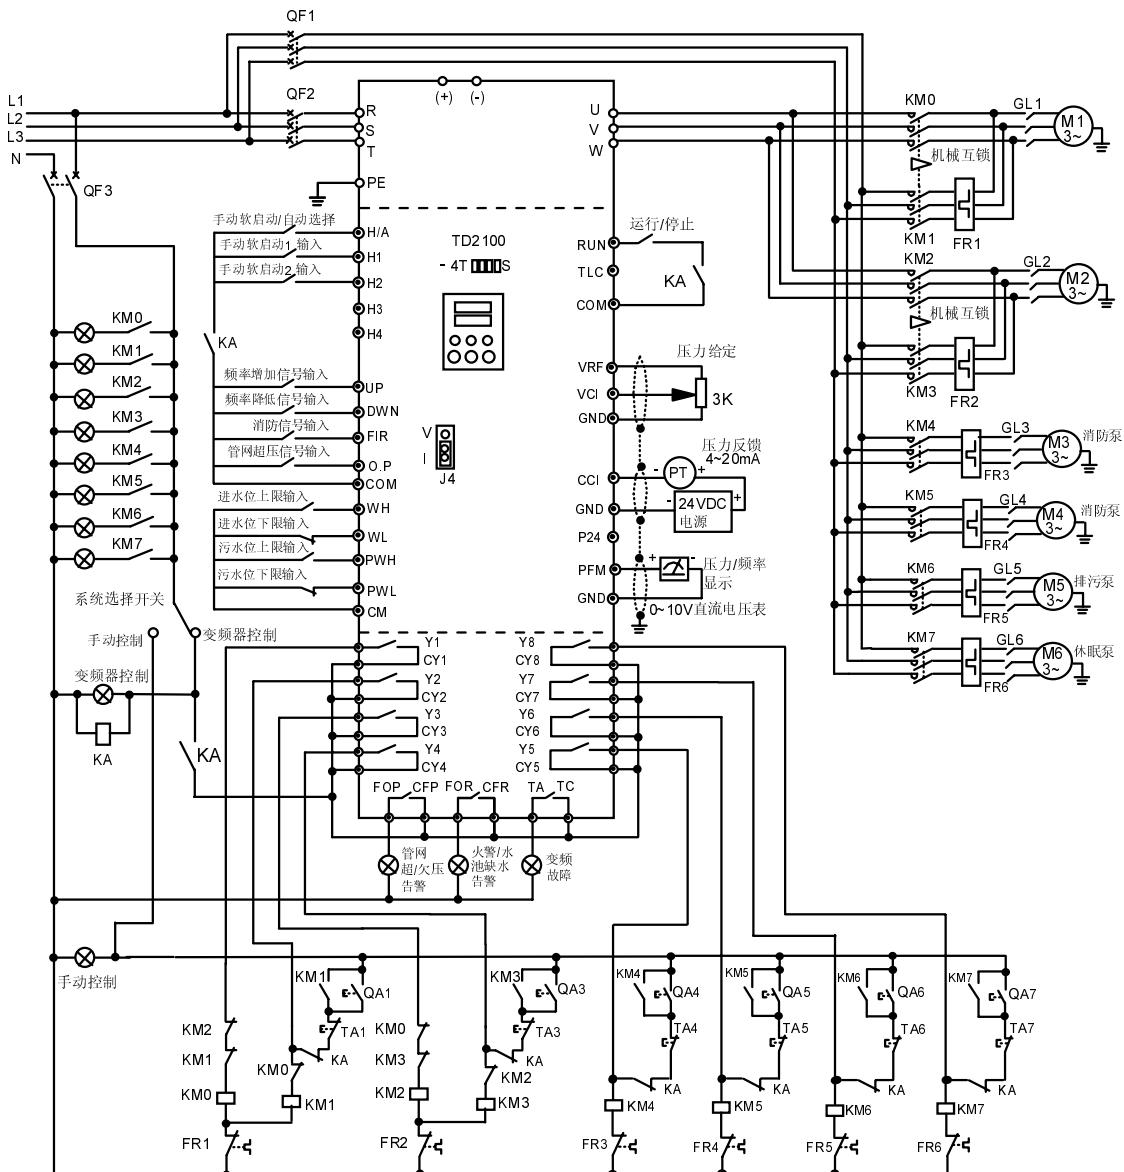

图3-13 带2台常规泵的变频循环方式（典型应用：2台常规泵一用一备方式）
10. F107=1: 端子控制为三线运转控制方式，此种方式适用于采用电磁控制开关触点的场合；也可以采用普通控制方式，其接线见图3-13或表3-4，此时F107=0；